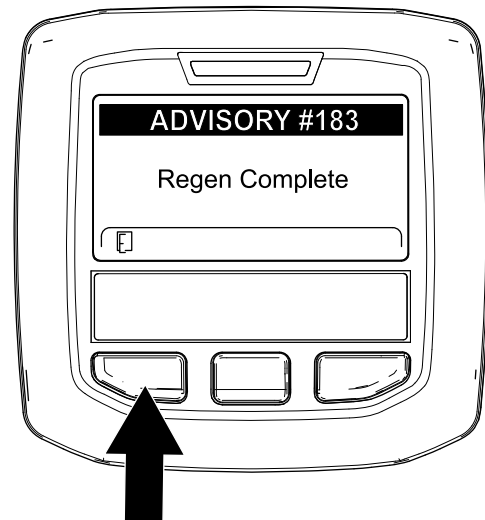

Figure 56
9. Quand le calculateur moteur achève une régénération en stationnement ou une d'urgence, l'InfoCenter affiche l'AVIS N° 183 (Figure 56). Appuyez sur le bouton gauche pour revenir à l'écran d'accueil.
Remarque: Si la régénération échoue, l'InfoCenter affiche l'avis n° 184 (Figure 56). Appuyez sur le bouton gauche pour revenir à l'écran d'accueil.